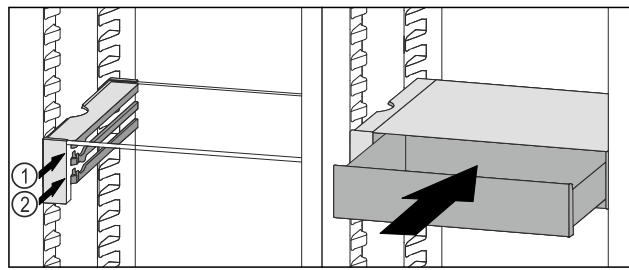

Fig. 117
- VarioSafe-Schubfach hinter den Stoppern auf gewünschter Rippe Fig. 117 (1) oder Fig. 117 (2) aufsetzen.